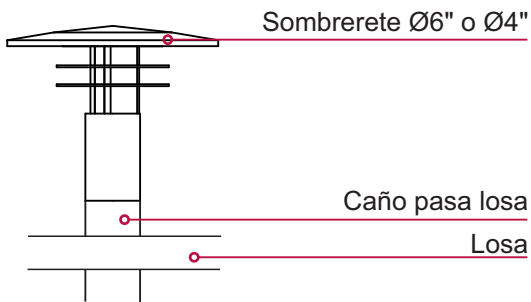

Figura 6
Paso 5: Colocar un sombrero (no incluido) de Ø6" o Ø4" en la punta del caño pasa losa fijándolo mediante tornillos Parker o remaches pop. (ver figura 6)